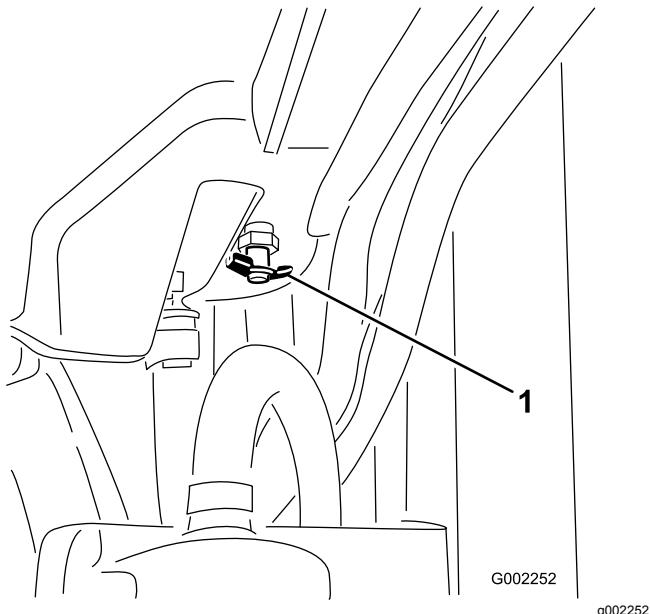

Figure 86
- Ouvrez le robinet de vidange et vidangez le liquide de refroidissement dans le bac (Figure 86).
- Fermez le robinet de vidange (Figure 86).